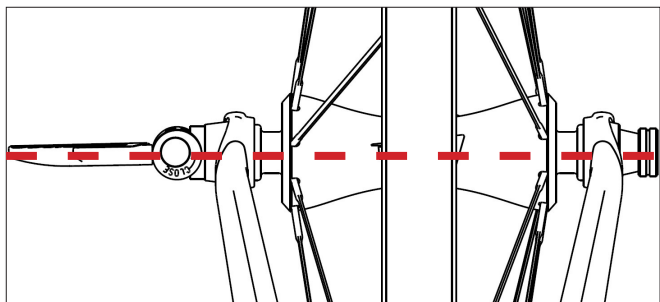

Figura 4
- Ruotare la leva in modo che sia parallela con l'asse della ruota (**figura 4**).